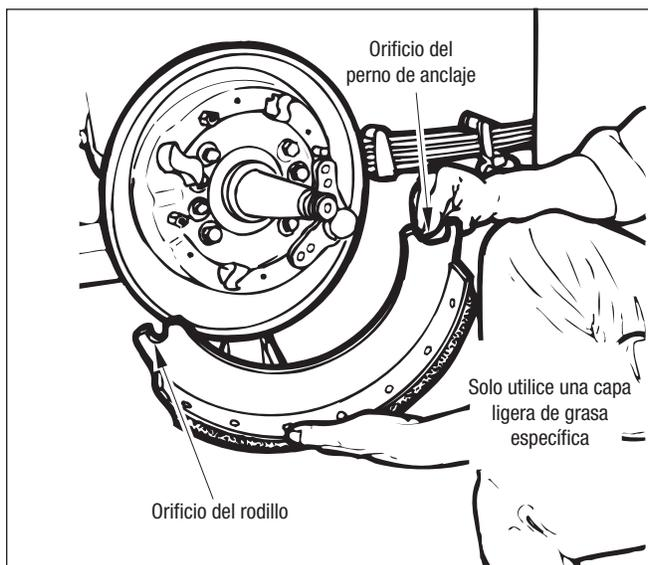

Figura 58 – Lubricación de costilla de zapata
2. Aplique una capa fina de grasa al rodillo de leva y a los orificios de los pasadores de anclaje de cada costilla de zapata. Consulte la figura 58.